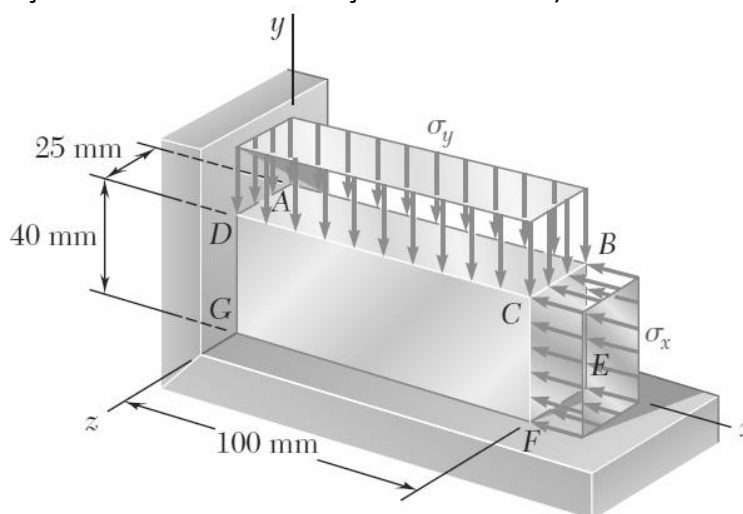

Figura 2.39
2.6.3 O bloco de magnésio da Figura 2.39 com $E=45\text{GPa}$ e $\nu=0,35$ está sujeito a $\sigma_x=-180\text{MPa}$.